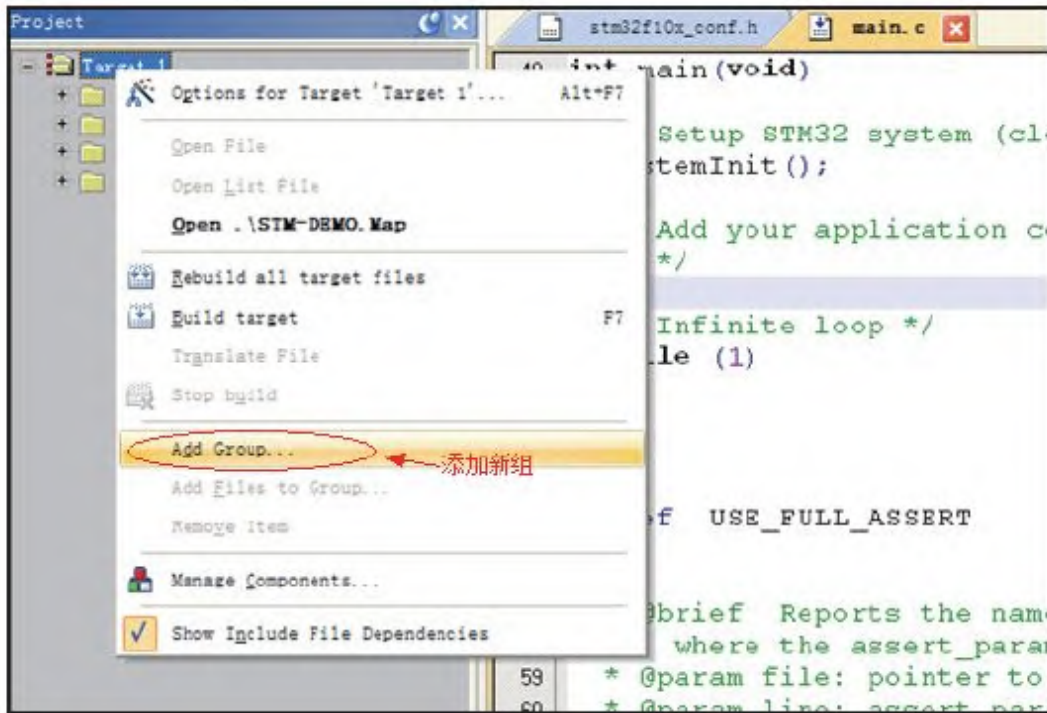

图 3-16 添加文件组
10) 回到我们的工程中，选中Target右键选中Add Group选项新建4个组，分别命名为STARTCODE、USER、FWlib、CMSIS，见图3-16。